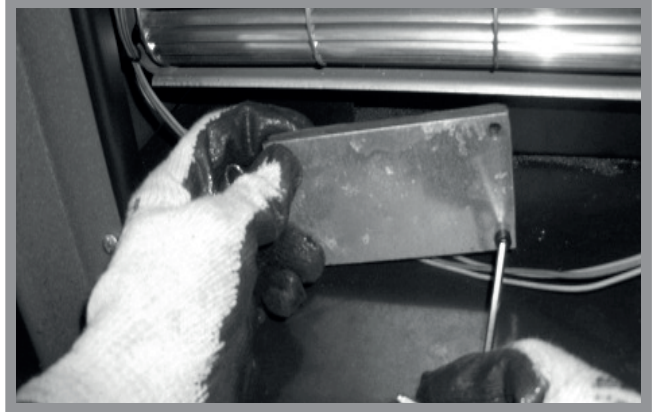

Abb. 13b: Aufschrauben der inneren Abdeckplatte
2. Entfernen Sie alle Schrauben (2 bzw. 4x) der Abdeckplatte mit einem Schraubenschlüssel (4 mm) wie in Abbildung 13b dargestellt.